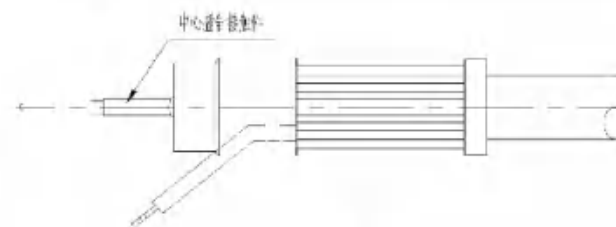

图 4.4-4
④ 如图 4.4-4 所示, 将蓝色导线的内导体装入中心插针接触件, 通过观察孔必须看到导体。接触件应抵住绝缘体尾部, 绝缘体尾部应抵住金属套环。使用表 1-4 所示的压接工具 M22520/2-01 和定位器 M22520/2-37 (K709) 将中心插针接触件压接到蓝色导线上。